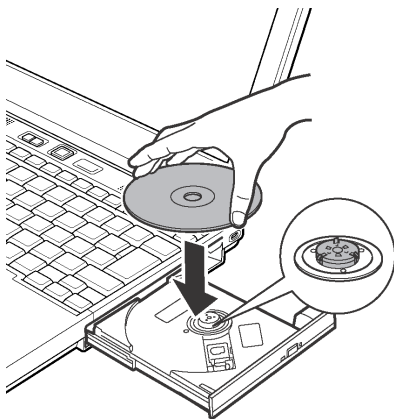

图4-5 放入 CD/DVD
**注意：** 当托架完全打开后，电脑的侧边缘会超出CD/DVD 托盘一点。因此CD/DVD 放入托盘后需转动一个角度，像图4-5 中那样确保CD/DVD 盘片平放。